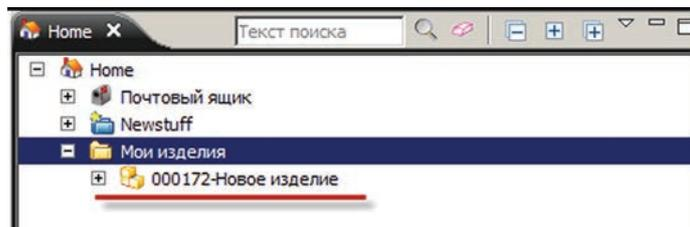

Рисунок 4.6
- В результате описанных выше действий в выбранном подкаталоге будет создано новое изделие (рис. 4.6).